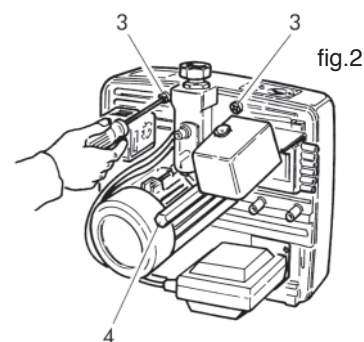

fig.2
- Svitare le viti 3 e il perno centrale 4 (fig.2).